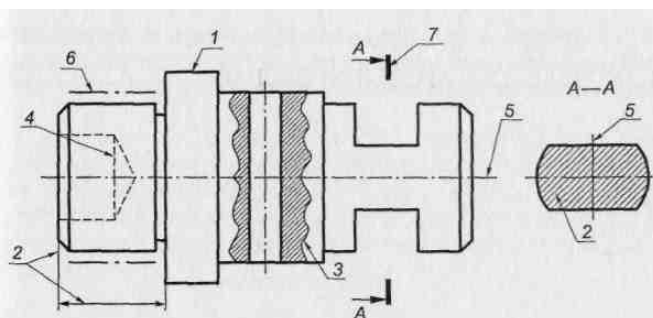

Рис. 40
2. На рис. 40 приведен чертеж детали, линии которого помечены номерами. В рабочей тетради назвать указанные линии, оформив ответы в виде табл. 3.1.